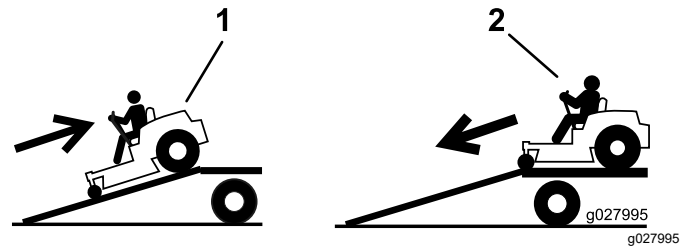

Figura 27
2. Baje la máquina por la rampa conduciendo hacia adelante (Figura 27).